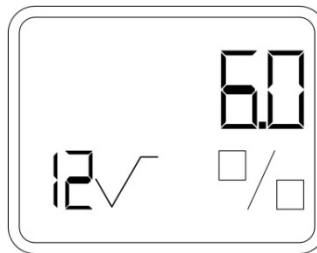

Рисунок 39 – Отображение 12 пункта меню на дисплее
- При помощи кнопки «М» (или «S») зайти в пункт меню 12 (рисунок 39).